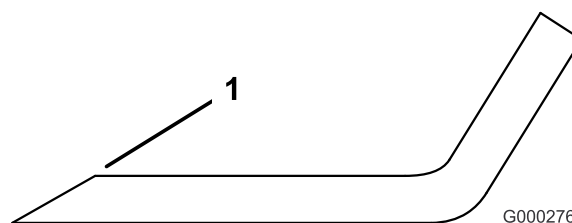

図 23
3. 全部のブレードの切っ先を丁寧に点検する。切っ先が鈍くなっていたり欠けていたりした場合には研磨する。研磨は刃先の上面だけに行い、刃の元々の角度を変えないように十分注意する（図 23）。ブレードの左右を均等に削れば、バランスを狂わすことなく研磨を行うことができる。